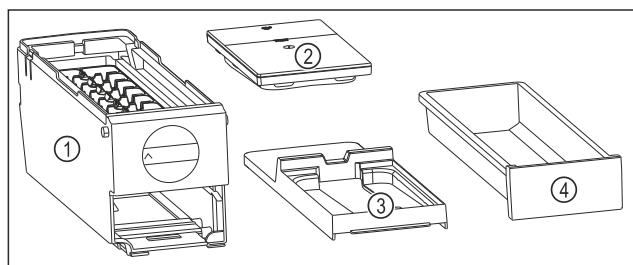

Fig. 147 Компоненти EasyTwist-Ice
- ▷ EasyTwist-Ice складається з чотирьох частин. (див. Fig. 147)
- Розбирайте EasyTwist-Ice тільки на зображені компоненти. (див. Fig. 147)
- Очистіть корпус EasyTwist-Ice Fig. 147 (1) без розбирання.